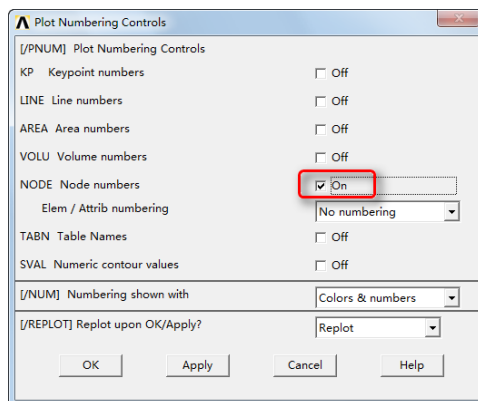

图 14-19 打开节点编号显示控制
⑧在“Create Nodes in Active Coordinate System”对话框中，在“NODE Node number”文本框中输入 3，在“X,Y,Z Location in active CS”文本框中分别输入“0、2、0”，单击“OK”按钮。
⑨打开节点编号显示控制：Utility Menu > PlotCtrls > Numbering，弹出“Plot Numbering Controls”对话框，单击“NODE Node numbers”复选框使其显示为“On”，如图 14-19 所示，单击“OK”按钮。